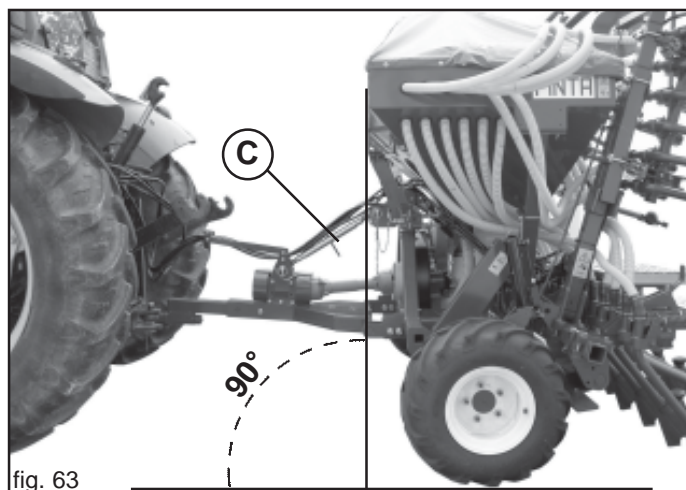

fig. 63
- 1) Aplique el equipo al gancho de arrastre del tractor. Asegure el perno de enganche mediante la clavija de seguridad. Utilizando el tirante de regulación (C, Fig. 63), coloque la sembradora en posición perpendicular respecto al terreno (Fig. 63).